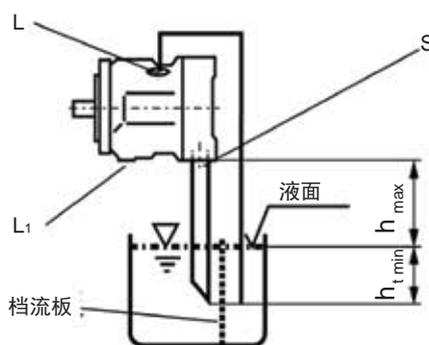

图4
- 当油箱的最低液面等于或低于泵的顶部时，安装条件按照 1.2.1、1.2.2，把“L1”口堵住，“L”、“S”口的配管要求参见图 4，注意： $h_{t\ min}=200\text{mm}$
a) 如安装在油箱之上，请见图 4。